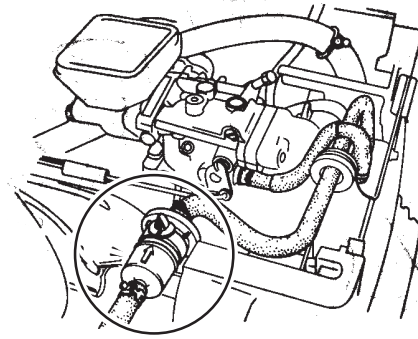

Abb. 15. Honda-Kraftstofffilter
- Kraftstofffilter (Abb. 15) alle 200 Stunden ersetzen.